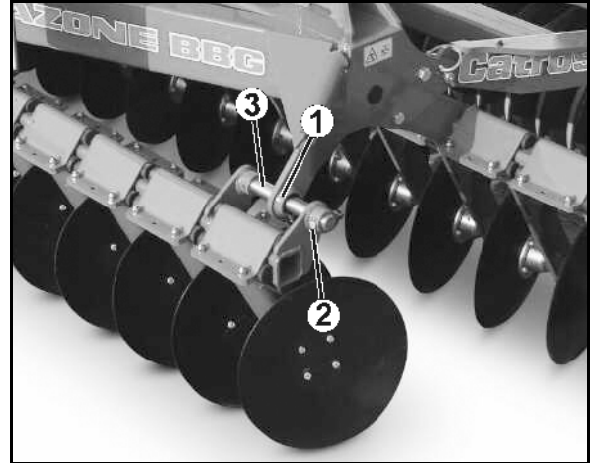

Fig. 36
Zum Austausch der Gleitlager (Fig. 36/1) die ausgeklappte Maschine so abstellen, dass die Gleitlager spannungsfrei sind.
1. Verschraubung (Fig. 36/2) der Verschiebewelle (Fig. 36/3) lösen.